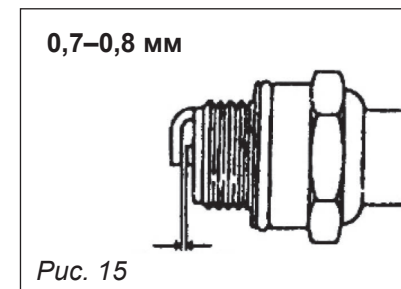

Рис. 15
- Проверьте зазор между электродами специальным плоским щупом. Нормальный зазор должен составлять 0,7–0,8 мм. При необходимости отрегулируйте величину зазора, осторожно подгибая боковой электрод (рис. 15).